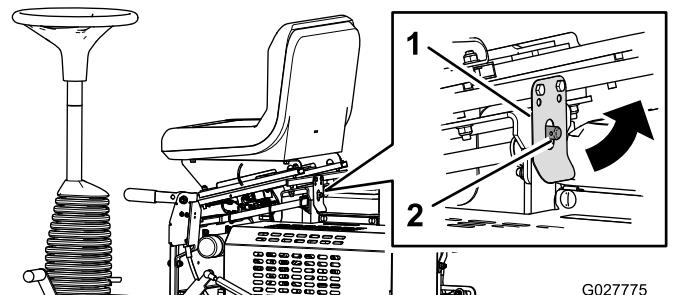

Bild 20
2. Ziehen Sie den Sitzriegel zurück und klappen den Sitz nach vorne (Bild 20).